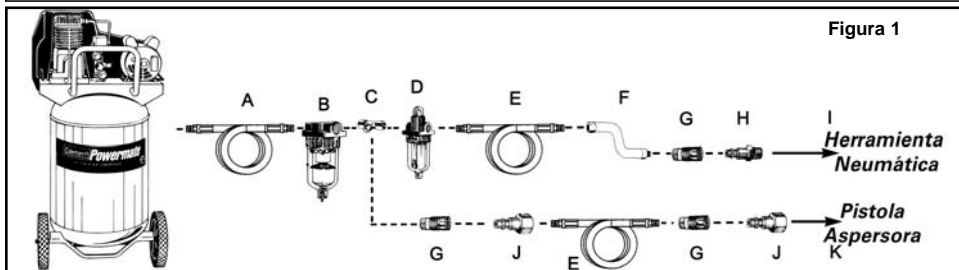

Figura 1
6. Conecte la herramienta al acoplador rápido de la manguera de aire. **NOTA: Se recomienda utilizar una manguera de conexión flexible con un cabezal giratorio (P012-0079SP - no incluida) para evitar que la manguera de aire se doble, enrosque o gaste demasiado (ver figura 1 para las conexiones recomendadas).**
Para conservar el funcionamiento óptimo de la herramienta neumática, debe ser lubricada cada vez que se utiliza. Las partículas, el polvo, el óxido y los residuos de aceite se acumulan dentro de la herramienta y reducen su desempeño. Se recomienda utilizar un engrasador en línea para una lubricación automática adecuada de la herramienta (ver Figura 1). Si no dispone de un engrasador en línea, puede lubricar la herramienta de forma manual a través del orificio de entrada (ver Figura 4).